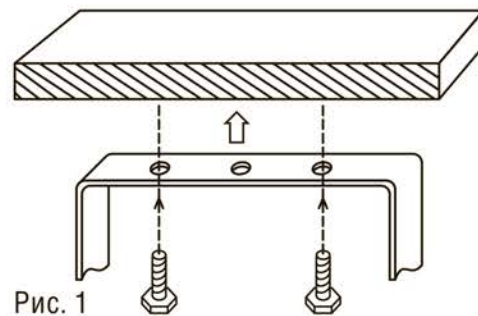

Рис. 1
- Закрепите светильник на опорной поверхности двумя винтами (Рис. 1). Установочные размеры указаны в таблице.